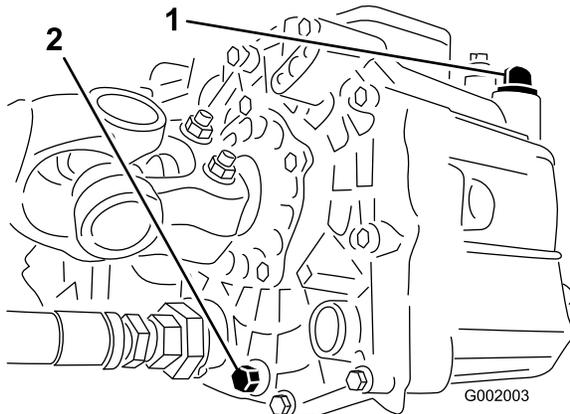

図 64
- 油圧オイル・タンクの側面にあるドレン・バルブをゆるめ、流れ出すオイルを容器に受ける(図 64)。